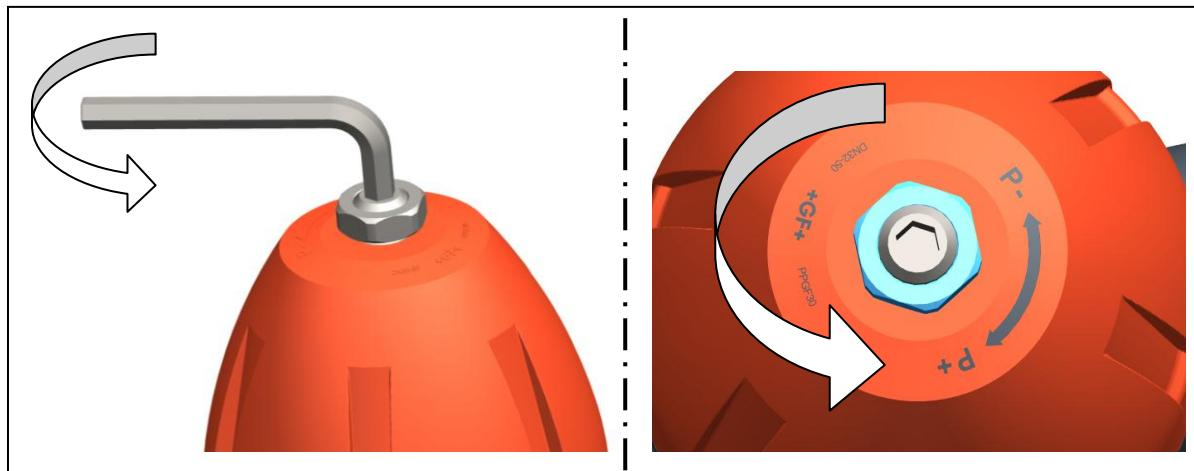

Fig. 5
- ▶ Pour abaisser la valeur de consigne : détendre le ressort. Pour ce faire, faire tourner le pivot dans le sens contraire des aiguilles d'une montre, voir Fig. 5